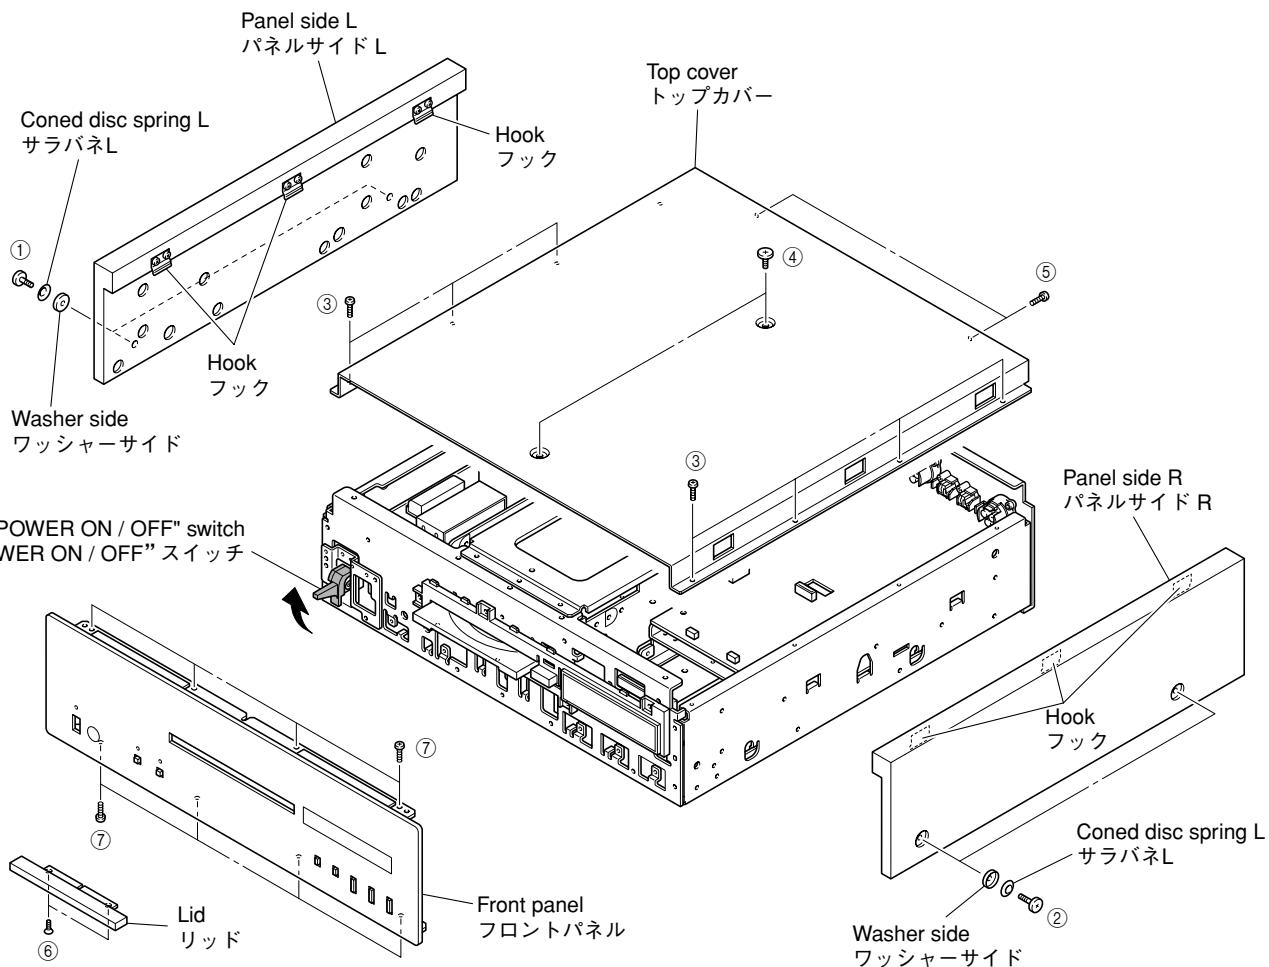

Fig. 1
- Remove 2 screws (①), coned disc spring L and washer side. (Fig. 1)
- Lift the panel side L a little, release hooks at 3 locations and then remove the panel side L. (Fig. 1)
- Remove 2 screws (②) and then remove 2 washers. (Fig. 1)
- Lift the panel side R a little, release hooks at 3 locations and remove the panel side R. (Fig. 1)
- Remove 7 screws (③), 2 screws (④) and 2 screws (⑤). (Fig. 1)
- Remove the top cover. (Fig. 1)
- ①のネジ2本、サラバネL、ワッシャーサイドを外します。(Fig. 1)
- パネルサイドLを少し持ち上げ、3ヶ所のフックを外し、パネルサイドLを取り外します。(Fig. 1)
- ②のネジ2本を外し、ワッシャーサイド2個を外します。(Fig. 1)
- パネルサイドRを少し持ち上げ、3ヶ所のフックを外し、パネルサイドRを取り外します。(Fig. 1)
- ③ネジ7本、④のネジ2本、⑤のネジ2本を外します。(Fig. 1)
- トップカバーを取り外します。(Fig. 1)
- c. Remove 2 screws (⑥) and then remove the lid. (Fig. 1)
- e. Remove 8 screws (⑦). (Fig. 1)
- g. Remove the front panel forward gradually, using care not to cause any damage to the "POWER ON/OFF" switch. (Fig. 1)
- c. ⑥のネジ2本を外し、リッドを取り外します。(Fig. 1)
- e. ⑦のネジ8本を外します。(Fig. 1)
- g. "POWER ON/OFF"スイッチに傷がつかないようフロントパネルを前方へゆっくり取り外します。(Fig. 1)